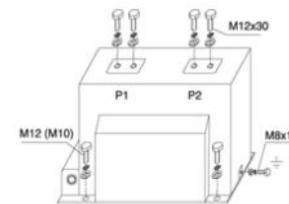

Abb. 1
Die Montagelage der Stromwandler der Baureihe (E)CTS... ist beliebig. Die Wandler werden mittels vier Schrauben M10 ((E)CTS12M11-T + (E)CTS12L11-T) oder M12 ((E)CTS24M32-T + (E)CTS36M43-T) über die Bohrungen in der Grundplatte an den von Ihnen vorgesehenen Installationsort befestigt (siehe Abb. 1).
Der Anschluss des Primärstromkreises erfolgt über die entsprechend gekennzeichneten Anschlussstücke im Kopfbereich des Wandlers mittels Schrauben M12 (siehe Abb. 1). Für den Anschluss der Sekundärleitungen empfehlen wir die Verwendung von Kabelschuhen entsprechend dem verwendeten Leitungsquerschnitt (max. 10 mm²).
Vor Inbetriebnahme ist es notwendig, die Grundplatte des Wandlers (rückseitiger Erdungsanschluss M8x15) und eine Sekundärklemme bei jedem Ausgang / Kern zu erten (siehe Abb. 1 + 2). Bei Nichtverwendung eines Ausgangs / Kernes ist dieser kurz zu schließen und zu erten (siehe Abb. 3 + 4).